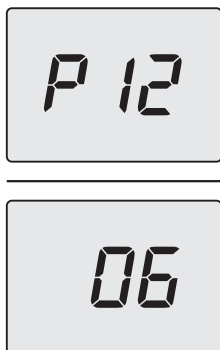

Figura 5.76
- Scorrere i vari parametri utilizzando i tasti 12 (indietro) o 14 (avanti) fino a far apparire sul display LCD le lettere **P12** che si alternano con il valore del parametro (Figura 5.76).